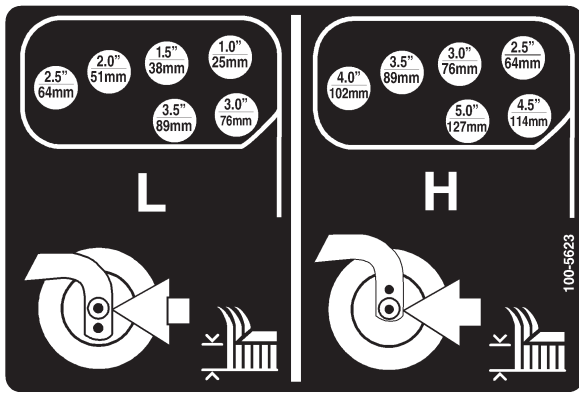

Bild 17
5. Drehen Sie die Spannstange, um den Gelenkarm anzuheben oder abzusenken, bis die Löcher mit den ausgewählten Schnitthöhenhalterungslöchern im Mähwerkrahmen flüchtig sind (Bild 16 und Bild 17).